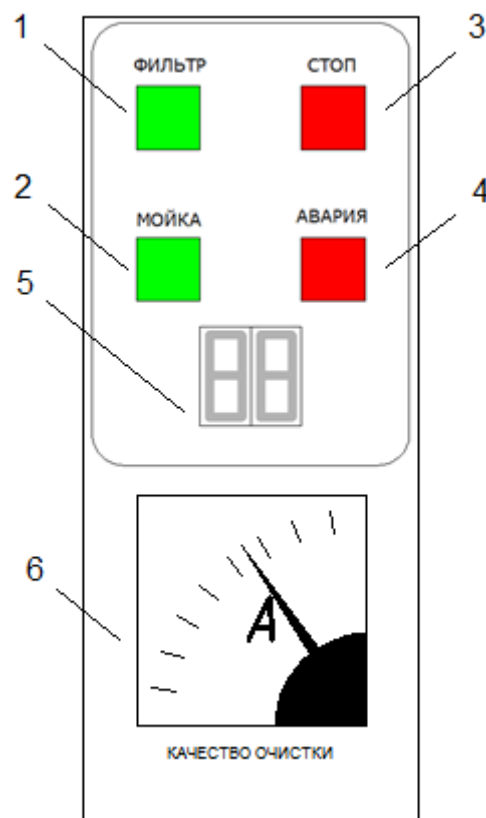

Рис. 4. Панель управления
- Нажать на панели управления кнопку «ФИЛЬТР» (Рис. 4, поз. 1)
- Нажать на панели управления кнопку «СТОП» (Рис. 4, поз. 3)
- Нажать на панели управления кнопку «МОЙКА» (Рис. 4, поз. 2) - на цифровом индикаторе (Рис. 4, поз. 5) высветится код «1»
- Мойка идёт в автоматическом режиме, на цифровом индикаторе (Рис. 4, поз. 5) последовательно высвечиваются коды «1-8»
- Сушка начинается автоматически при включении вентилятора вентиляционной системы, на цифровом индикаторе (Рис. 4, поз. 5) последовательно высвечиваются коды «9-11»
- Светится кнопка «ФИЛЬТР» (Рис. 4, поз. 1)
- Цифровой индикатор (Рис. 4, поз. 5) погашен
- Светится кнопка «МОЙКА» (Рис. 4, поз. 2)
- На цифровом индикаторе (Рис. 4, поз. 5) высвечиваются коды «1-8»
- На цифровом индикаторе (Рис. 4, поз. 5) высвечиваются коды «9-11»
При возникновении неполадки включается индикатор «АВАРИЯ» (Рис. 4, поз. 4).
Подсветка кнопки запуска текущего режима (Рис. 4, поз. 1-2) мигает.
На цифровом индикаторе (Рис. 4, поз. 5) высвечивается код ошибки:
Во всех случаях после устранения неполадки необходимо нажать кнопку «СТОП» (Рис. 4, поз. 3), а затем повторно запустить необходимый режим работы Газоконвертора